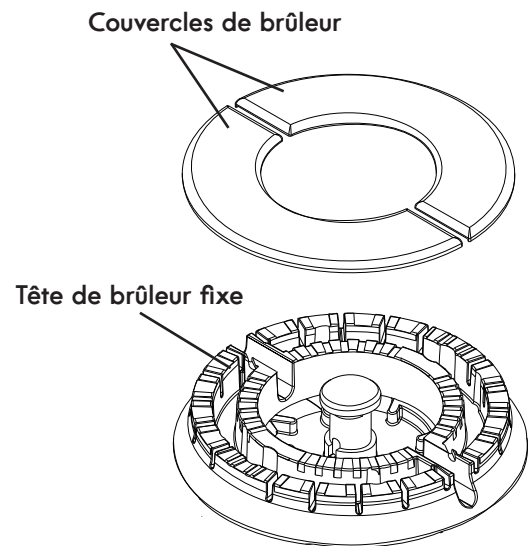
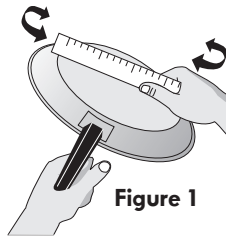

Figure 2
Figure 1
3. Pour placer les couvercles des brûleurs sur la tête de brûleur, référez-vous à la figure 2 et assurez-vous que les couvercles sont alignés correctement avec la tête de brûleur.
Le fond des casseroles doit être plat. Vérifiez-le en faisant tourner une règle sur le fond de la casserole. Il ne devrait pas y avoir d'espace entre la casserole et la règle (Figure 1). Soyez sûr de suivre les recommandations pour l'utilisation d'ustensiles de cuisine comme indiqué sur la figure 2.